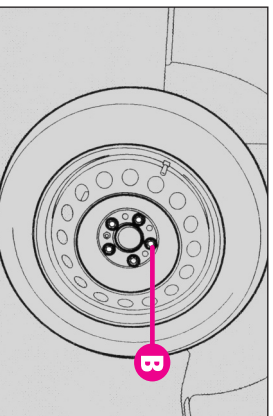

fig.4
- B-fig. 4), slăbiți șuruburile de fixare cu aproximativ o rotație.
- desfaceți complet șuruburile (B-fig.4) și îndepărtați roata.